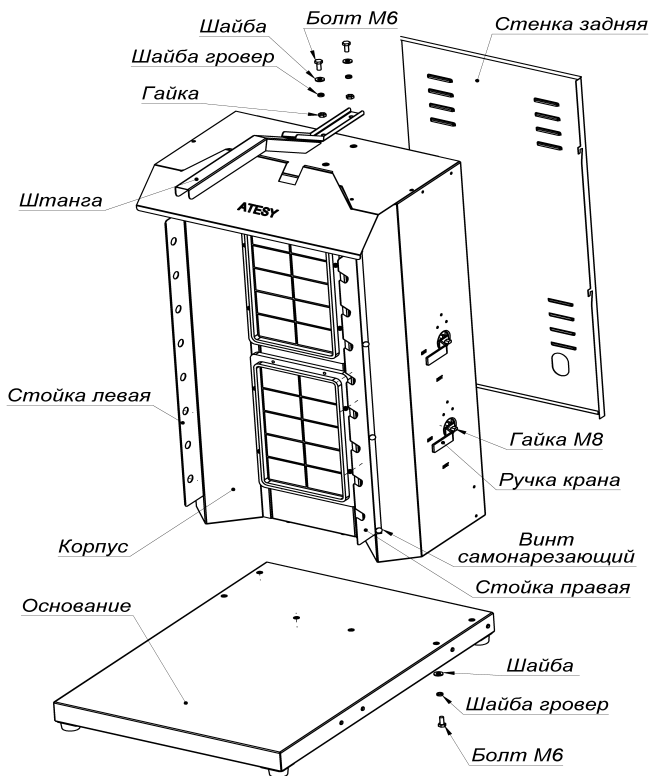

Рис.1
3.4. Соединение газового баллона с установкой (штуцер шланга поз.8 рис.1) производить дюритовым шлангом при помощи хомутов нужного диаметра. Запрещается использовать для этого мягкую проволоку.
4.1. Вынуть детали из упаковки (рис.1).